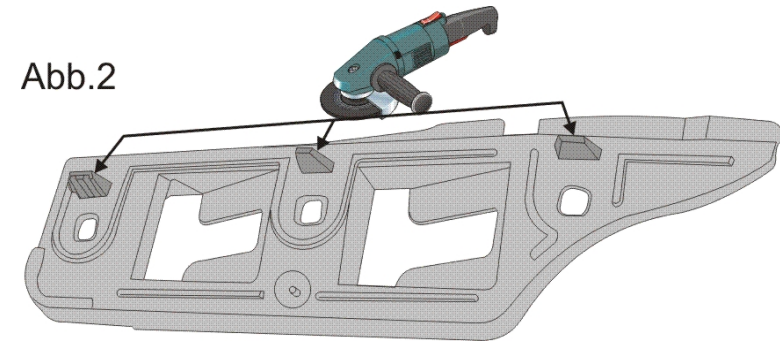

Abb.2
- ⇒ die beiden Schienen, die der Befestigung des Stoßfängers an den Kotflügeln dienen, demontieren und die Zentrierhilfen von der Rückseite der Befestigungsschienen entfernen (Abb.2)